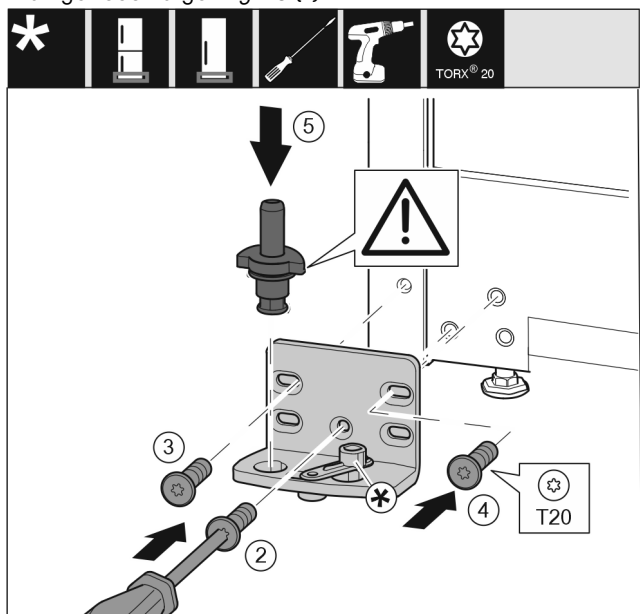

Fig. 19
- Pange laagripukk teisel küljel kohale ja kruvige kruvikeeraja T20 abil külge. Alustage kruviga 2 alt keskelt. Fig. 19 (2)
- Keerake kruvi 3 ja 4 kinni. Fig. 19 (3,4)
- Pange laagripolt täielikult sisse. Pöörake seejuures tähelepanu sellele, et fiksaatornukk on tahapoole suunatud. Fig. 19 (5)